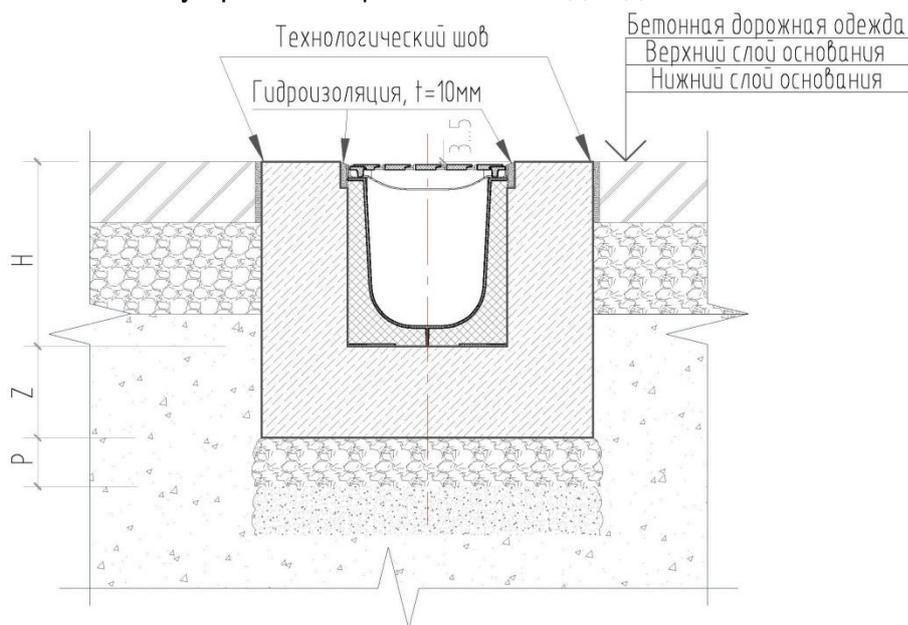

Рис. 8 – Монтаж пластиковых лотков с бетонным покрытием для высоких классов нагрузки от D400 до E600.
- для зон с повышенной нагрузкой классов от D400 до E600 лоток бетонируется на всю высоту с учетом усиленной планки, выполняется гравийная подсыпка (рис. 8);
прокладка / битумная мастика, в зависимости от нагрузки (рис. 8).